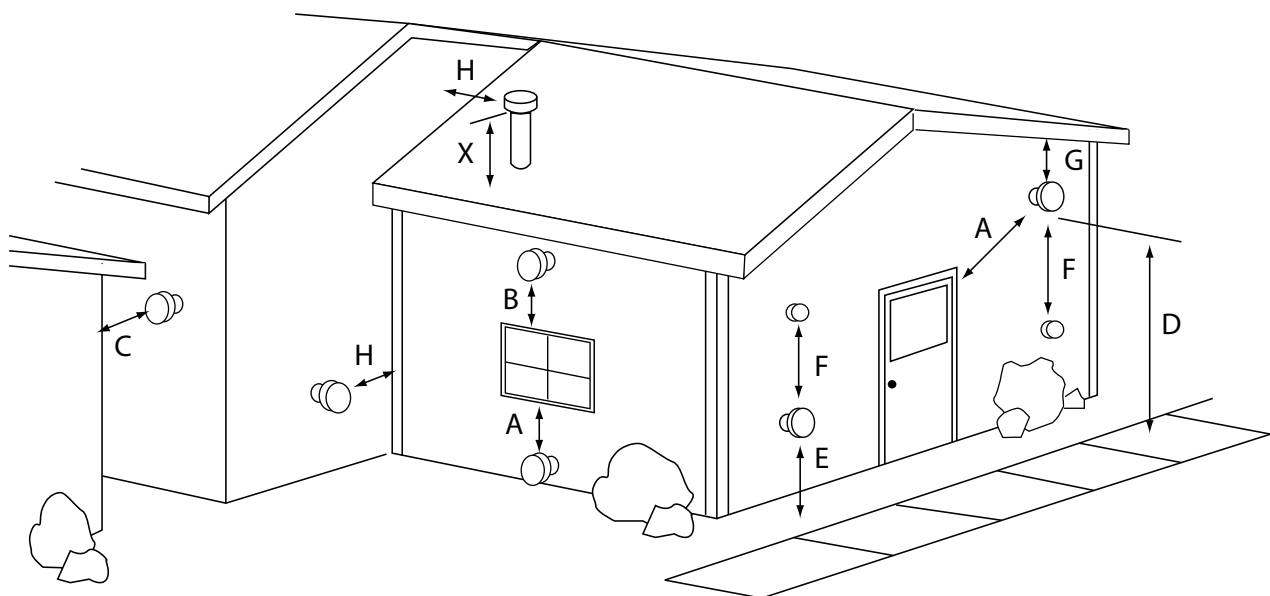

Figure 7 : Sortie d'évacuation
- L'évacuation du poêle doit se terminer à l'extérieur du bâtiment. Les sorties horizontales doivent s'étendre à au moins 30,5 cm du mur. Les sorties verticales doivent s'étendre à au moins de 61 cm de la surface du toit. **De plus, vous devez respecter tous les dégagements listés ci-dessous. VOIR FIGURE 7.**